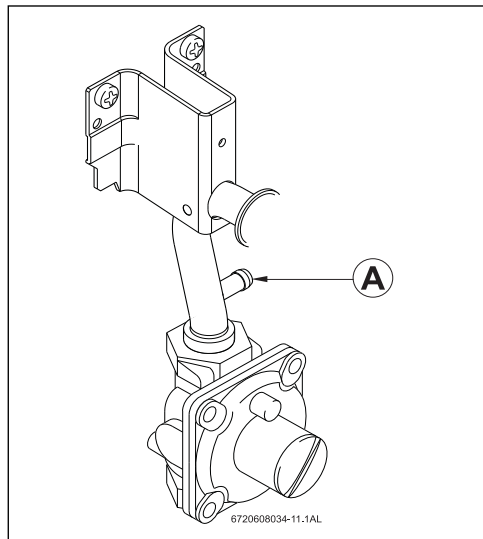

Fig. 14 Point de mesure de la pression de gaz
Le diamètre de la conduite d'arrivée de gaz doit être déterminé conformément à la réglementation applicable pour une puissance maximale de 117 000 BTUH. Mesurez la longueur de la ligne d'arrivée de gaz et utilisez les tableaux de la Fig. 14 ou les tableaux de dimensionnement du fabricant de la conduite de gaz pour déterminer le diamètre de conduite requis en fonction de la puissance de l'appareil. Si plusieurs appareils à gaz sont alimentés par la même ligne, utilisez la puissance totale maximale absorbée par tous les appareils pour déterminer le diamètre de la conduite.
- Retirez le capot avant et repérez sur le côté droit le point de mesure de la pression d'entrée du gaz, indiqué à la Fig. 14.